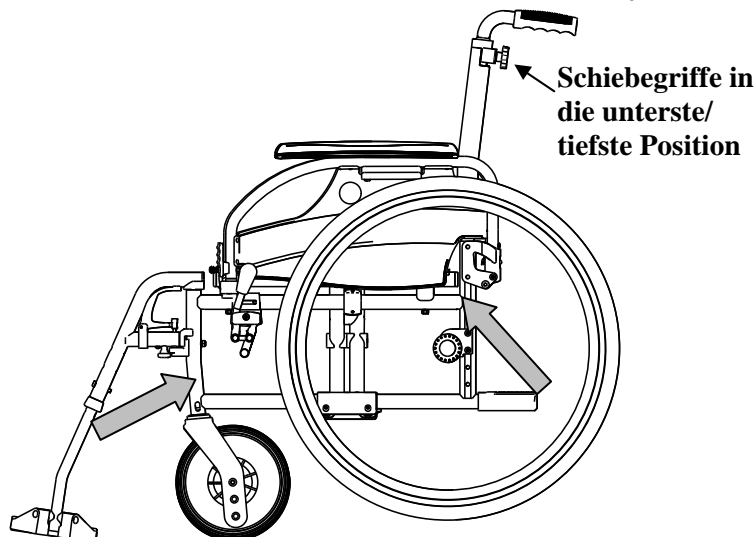

Abb. 3
7. Montieren Sie die vorderen Gurte des Rollstuhl-Gurtsystems gemäß den Angaben des jeweiligen Herstellers an den angegebenen Positionen am Rollstuhl. (Abb. 3)
10. Montieren Sie die hinteren Gurte des Rollstuhl-Gurtsystems gemäß den Angaben des jeweiligen Herstellers an den angegebenen Positionen am Rollstuhl. (Abb. 3)